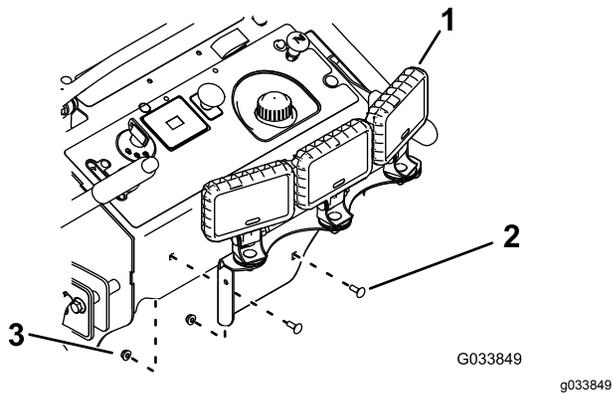

Figure 2
6. Fixez le bloc d'éclairage à l'avant du panneau de commande à l'aide de 2 boulons et 2 écrous (Figure 2).